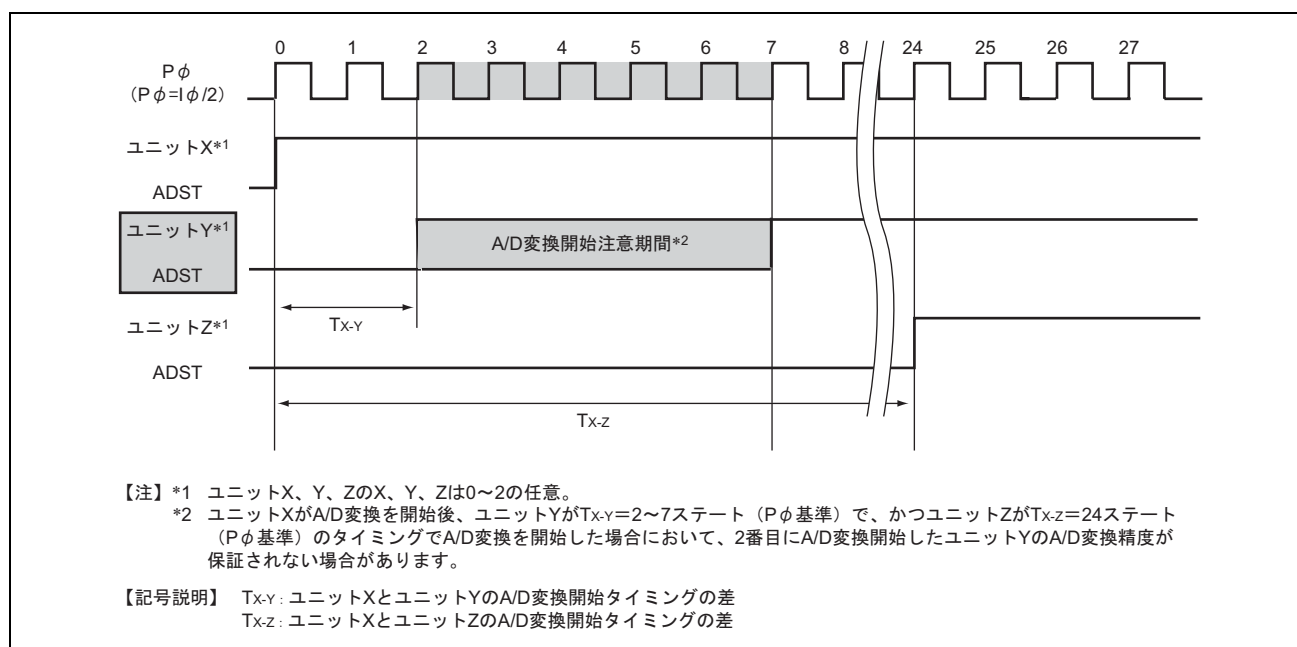

図 19.18 2番目にA/D変換を開始したユニットYの、A/D変換精度が保証されない動作タイミング1
- 図19.18に示すように、ユニットXがA/D変換を開始後、ユニットYが $T_{X,Y}=2\sim 7$ ステート (Pφ基準) で、かつユニットZが $T_{X,Z}=24$ ステート (Pφ基準) のタイミングでA/D変換を開始した場合において、2番目にA/D変換開始したユニットYのA/D変換精度が保証されない場合があります。